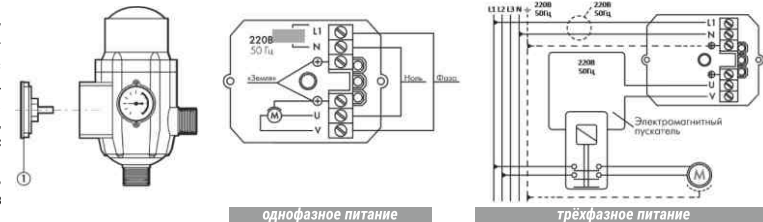

Рис. 2
- 7.1. Подключение проводов к блоку насосной автоматики следует производить в соответствии с приведенной схемой (Рис. 2). При подключении насоса с трёхфазным питанием, или однофазного насоса с коммутируемым током свыше 10А, насос следует подключать к блоку автоматики через магнитный пускатель.